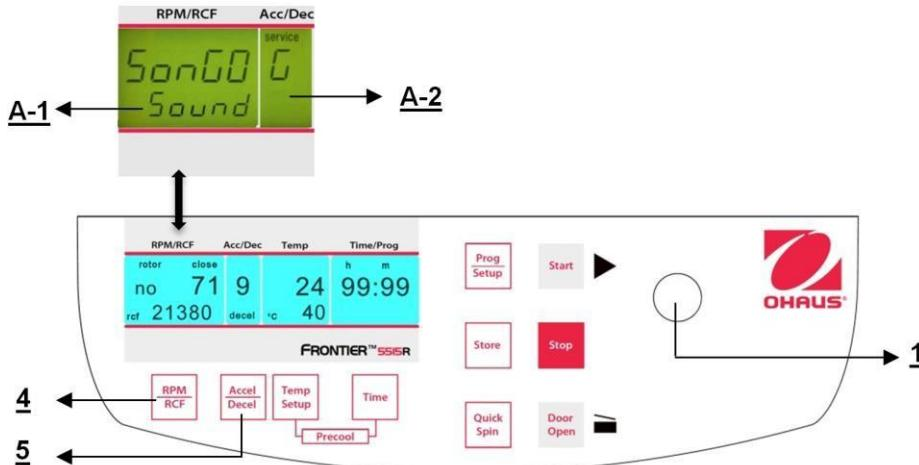

Figura 35
Proceda como se describe en el punto 4.1.2 para ingresar en este modo de programa y luego presione el botón "Accel/Decel" (5). En la pantalla "Acc/Dec" (A-2) destella la palabra "Service". Ahora seleccione la letra "G" con la perilla de ajuste (1). Como resultado, en la pantalla "RPM | RCF" (A-1) aparece la palabra "SonGo/Sound". Despues de presionar el botón "RPM | RCF" (4), puede seleccionar una melodía con la perilla de ajuste (1). (Vea la Figura 35.)